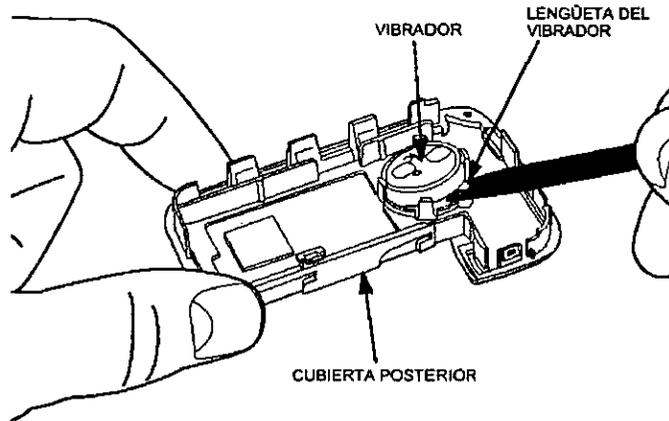

Figura 4.2.14 Retiro del vibrador
- Colocar la parte plana de la herramienta de desensamble por debajo de la lengüeta del vibrador, y haciendo palanca, se extrae de los seguros que fijan al vibrador. Ver figura 4.2.14